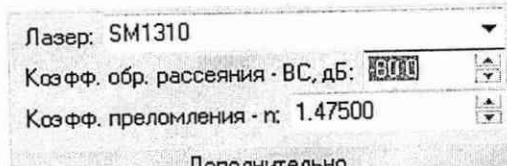

Рисунок 14
Нажать на иконку **Дополнительно** (см. рисунок 14) и установить следующие значения коэффициента обратного рассеяния ВС:
15) Перейти в закладку **Измерение**, нажать иконку **Дополнительно** (см. рисунок 14) и установить в строке "Коэффиц. обр. рассеяния - ВС, дБ", значение ВС, полученное по формуле (12).